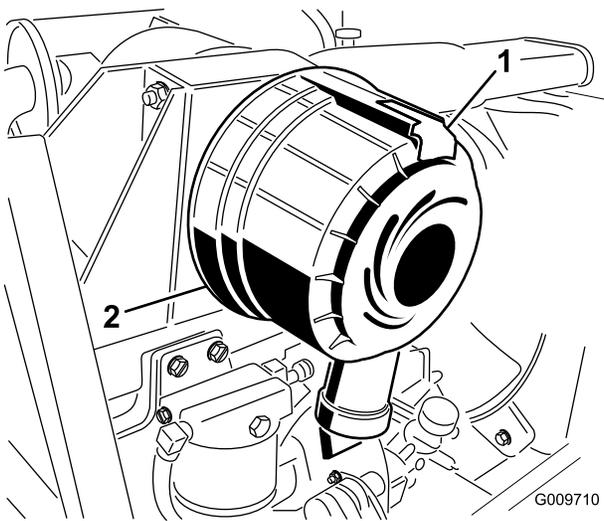

図 82
2. ラッチを引いて外し、カバーを左にひねってボディからははずす 図 82。